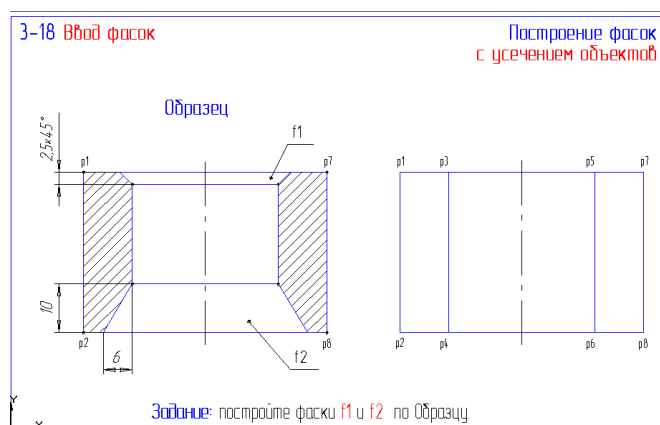

Рис. 24
26. Откройте файл фрагмента 3-18 (рис. 24) и выполните построение фасок по образцу, применив отмену усечения одного из объектов. Результат сохраните.